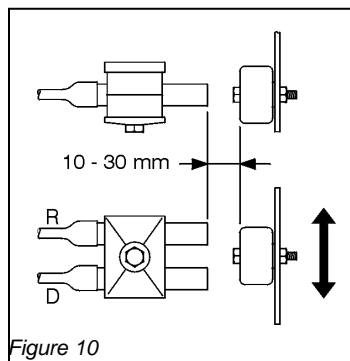

Figure 10
Aftal først med føreren af maskinen hvor det er mest bekvemt at foretage vejningen. Føleren og magneten skal stå overfor hinanden i vejepunktet (fig 10). Følerens kabler er markeret henholdsvis - 'R' for positionsføleren og 'D' for retningsføleren.
- (b) magneten skal passere følerens ender i en afstand af 10mm til 30mm og følge armens bevægelsesretning. (fig. 10).